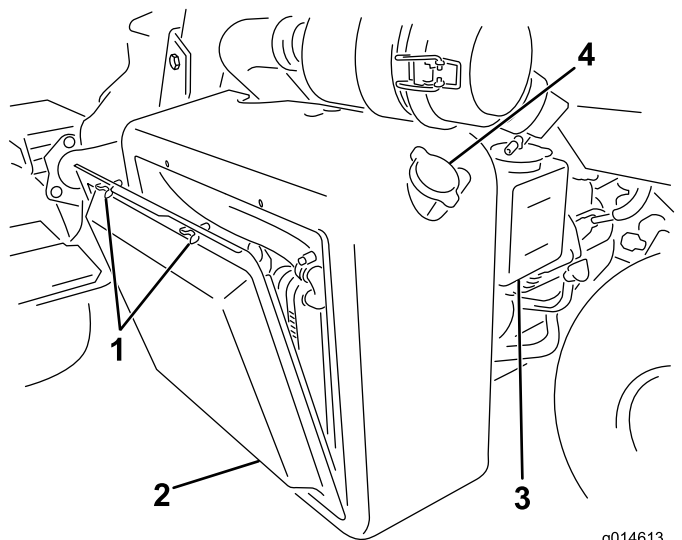
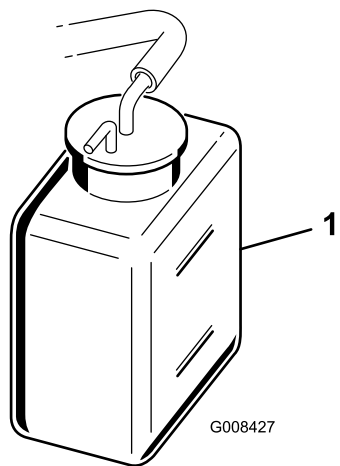

Рисунок 38
Рисунок 39
1. Снимите решетку радиатора (Рисунок 38).
2. Проверьте уровень охлаждающей жидкости (Рисунок 38 и Рисунок 39).